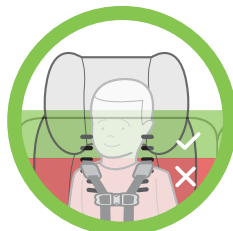

Figure 31
**Orientation vers l'avant :** Choisissez les fentes des sangles du harnais au même niveau ou juste au-dessus – et le plus près possible – des épaules de l'enfant, tel qu'illustré dans la **Figure 31**.